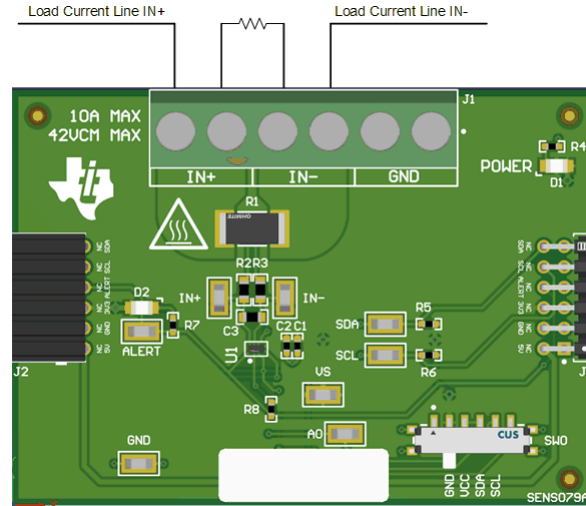

图 4-16. 有分流电阻的 IN+ 和 IN- 接线
- b. 在 J1 的 IN+ 和 IN- 端子之间连接一个外部分流器，最好连接在引脚 4 和 5 之间（请参阅图 4-16）。